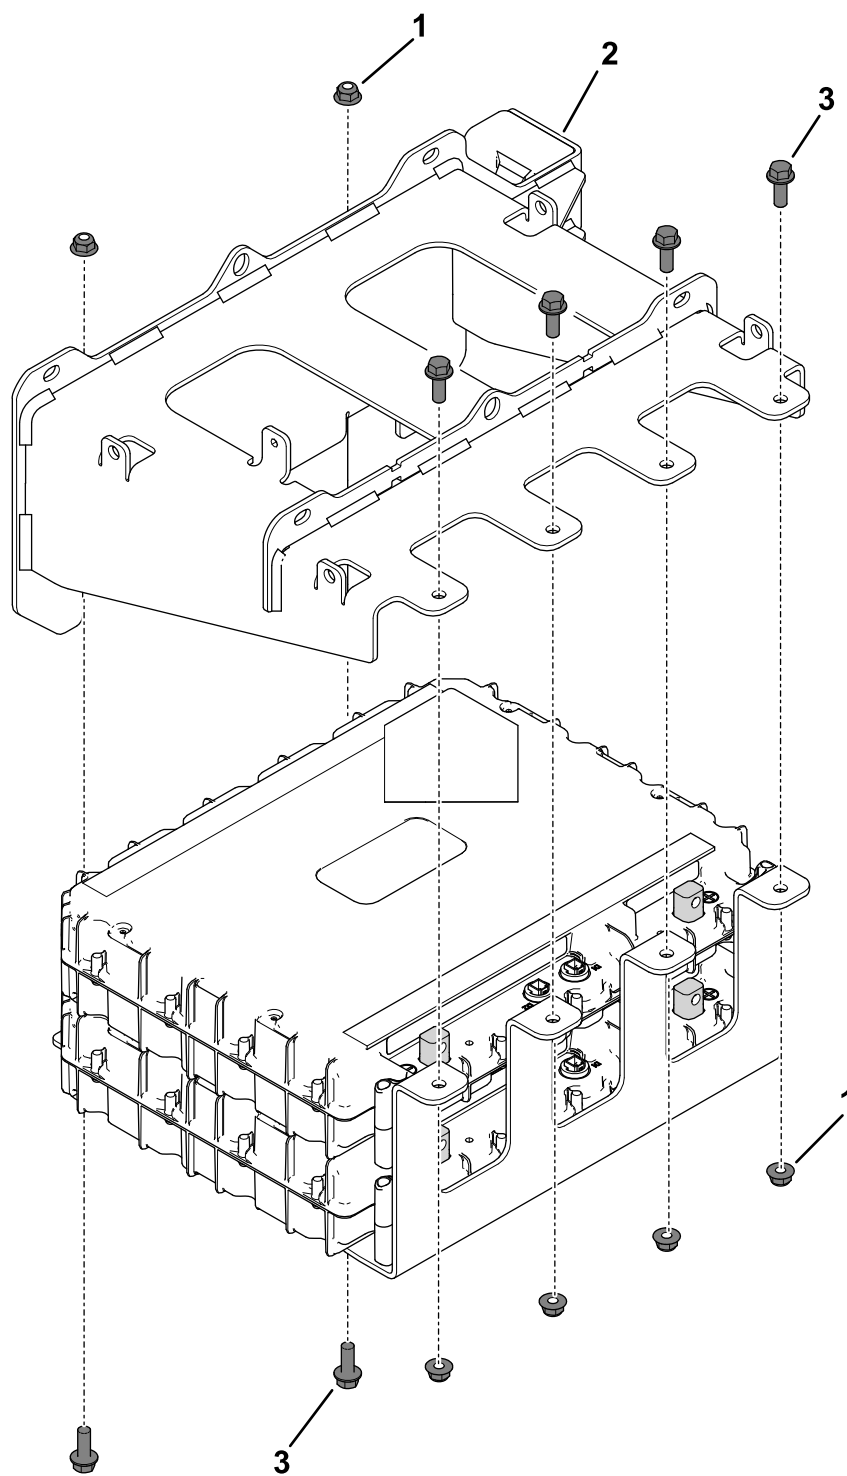

Figure 21
5. Fixez la plaque de montage inférieure sur la plaque d'assise inférieure à l'aide de 6 boulons de carrosserie ($\frac{3}{8}$ " x 1") et 6 écrous à embase ($\frac{3}{8}$ ") (Figure 21).